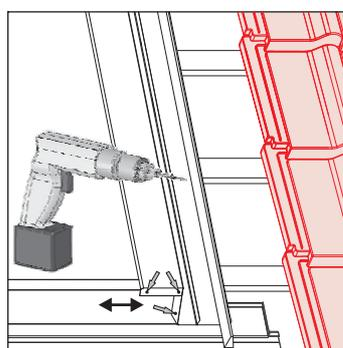
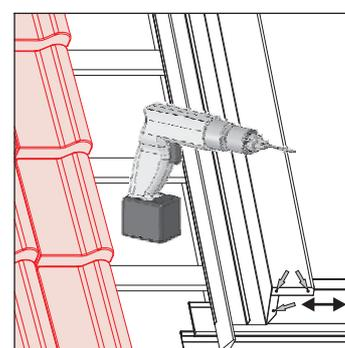

Fig. 3-48 Étape 8
Fig. 3-49 Étape 8
8. Placer et visser le panneau pare-vue droit ou gauche avec la pièce latérale respectif à l'aide des 3 vis autotaraudeuses (incluses dans les éléments livrés) (fig. 3-48 et fig. 3-49).